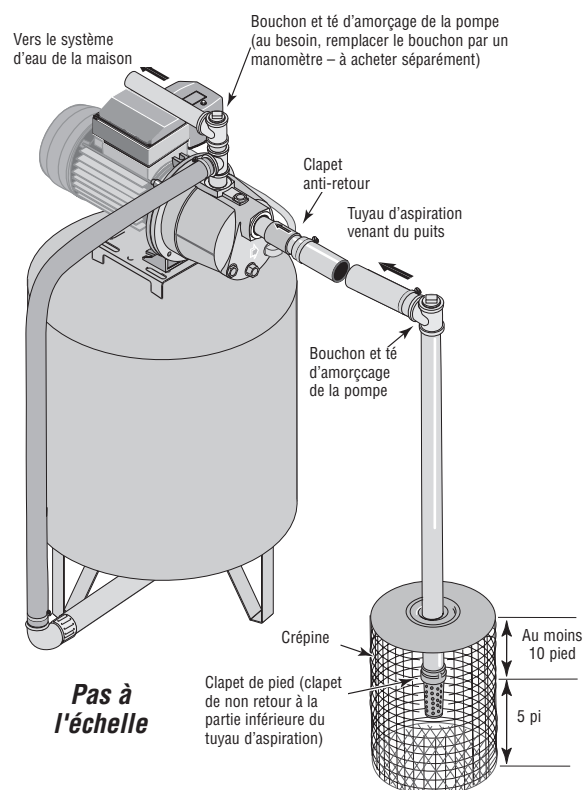

Figure 3 : Installation pour les eaux de surface
INSTALLATION DANS LE CAS D'EAUX EN SURFACE (FIGURE 3)
2. Assembler le clapet de pied et le tuyau d'aspiration (voir la Figure 3). S'assurer que le clapet de pied fonctionne librement. Utiliser du ruban téflon ou de la pâte pour raccords filetés à base de téflon sur les raccords filetés. Poser une crépine autour du clapet de pied pour le protéger contre les poissons, les déchets, etc. (voir la Figure 3).
4. Poser le té d'amorçage, le bouchon d'amorçage et le tuyau d'aspiration sur la pompe (voir la Figure 3). Supporter le tuyau de façon qu'il ne soit pas cintré afin qu'il n'exerce pas de contraintes sur le corps de la pompe; de plus, il doit être légèrement incliné vers le haut, du puits jusqu'à la pompe (les points hauts risquent de causer des poches et des bouchons d'air dans la pompe). Rendre étanches les raccords du tuyau d'aspiration avec du ruban téflon ou une pâte pour raccords filetés à base de téflon. Les raccords doivent être étanches à l'air et à l'eau. ***Si le tuyau d'aspiration aspire de l'air, la pompe ne pompera pas l'eau du puits.***